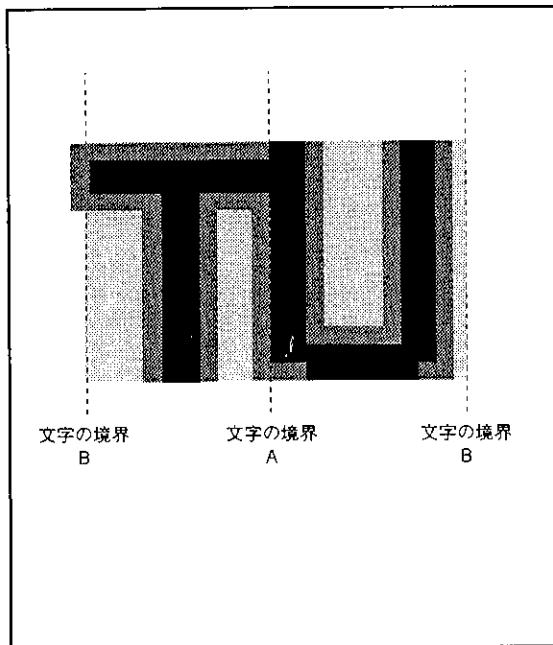

図73. フチドリの優先順位
3. フチドリドットと、隣接する文字のキャラクタフォントが重なった場合、キャラクタフォントが優先されます(図73のA参照)。また、フチドリドットと、隣接する文字背景部が重なった場合、フチドリが優先されます(図73のB参照)。